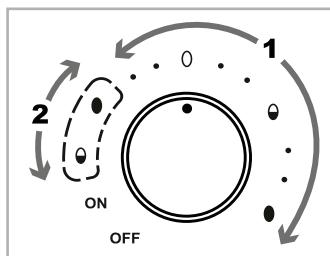

Fig. 1
- 1) Girare la manopola ⑦ nella posizione corrispondente al grado di durezza desiderato delle uova. Utilizzare il campo di regolazione "1" (vedere fig. 1) con i simboli e i punti che li precedono:
Per il primo processo di cottura si applica il campo di regolazione "1" con i simboli e i punti che li precedono. Per il secondo processo di cottura si applica il campo di regolazione "2" con i simboli circondati da una linea tratteggiata (vedere fig. 1).
- 2) Girare la manopola **7** nella posizione corrispondente al minore grado di durezza desiderato (si applica il campo di regolazione "1", vedere fig. 1). La spia di controllo **8** si accende e il processo di cottura ha inizio.
- 5) Ricollocare il coperchio **2** e girare la manopola **7** nella posizione all'altezza dei simboli circondati da una linea tratteggiata (campo di regolazione "2", vedere fig. 1), i quali corrispondono al grado di durezza desiderato delle uova rimaste nell'apparecchio: